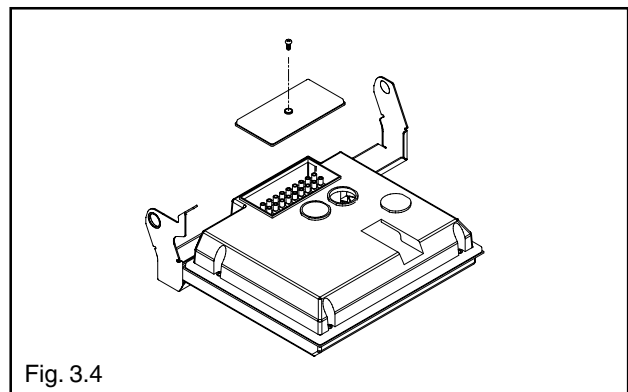

Fig. 3.4
- svitare la vite che fissa il coperchietto alla scatola dell'alimentatore (fig. 3.4), quindi rimuoverlo